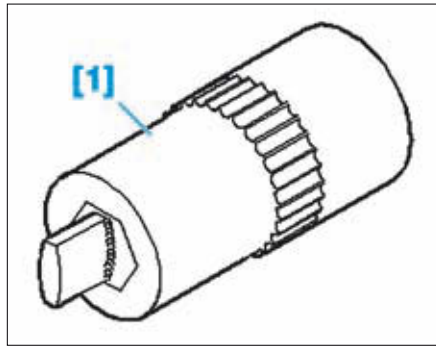

FIG. 5
- [1]. Ecarteur (ref. 3424) (Fig.5)